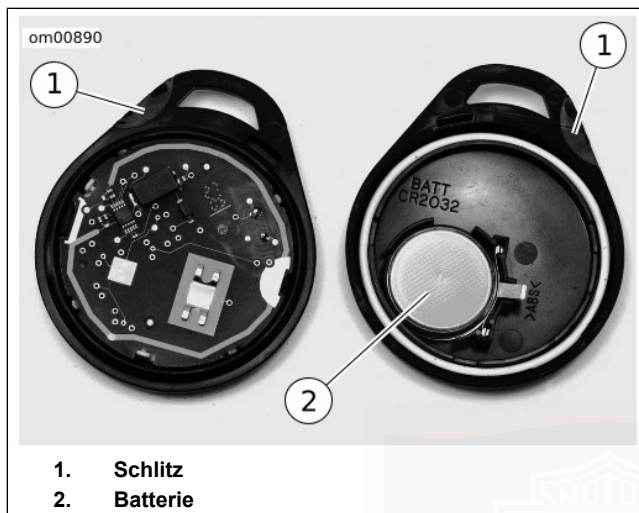

Abbildung 21. Schlüsselanhängerbatterie
1. Siehe Abbildung 21. Eine dünne Klinge im Schlitz (1) an der Seite des Schlüsselanhänger langsam verdrehen, um die beiden Hälften zu trennen.
2. Die Batterie (2) entfernen und entsorgen.